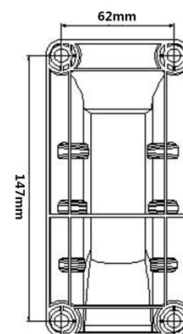

Bild 2
3. Nehmen Sie die Halterung als Schablone, um die Positionen der Schrauben zu markieren, um anschließend die Löcher in die Wand zu bohren. (siehe Bild 2)